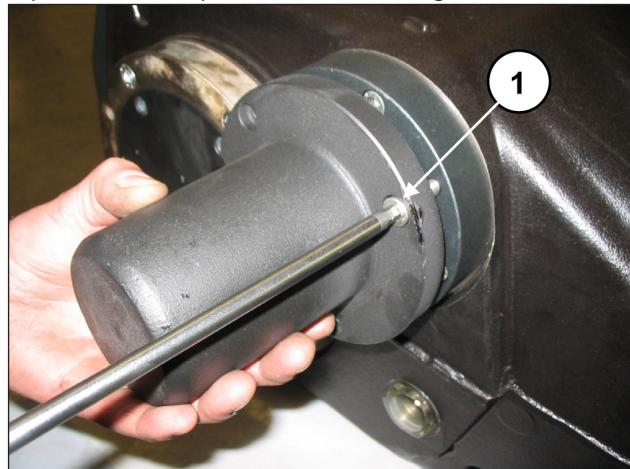

Fig. 101
Monter le couvercle sur l'extrémité de l'arbre et le fixer au carter à l'aide de 3 vis M8x20 (rep. ①, Fig. 101).